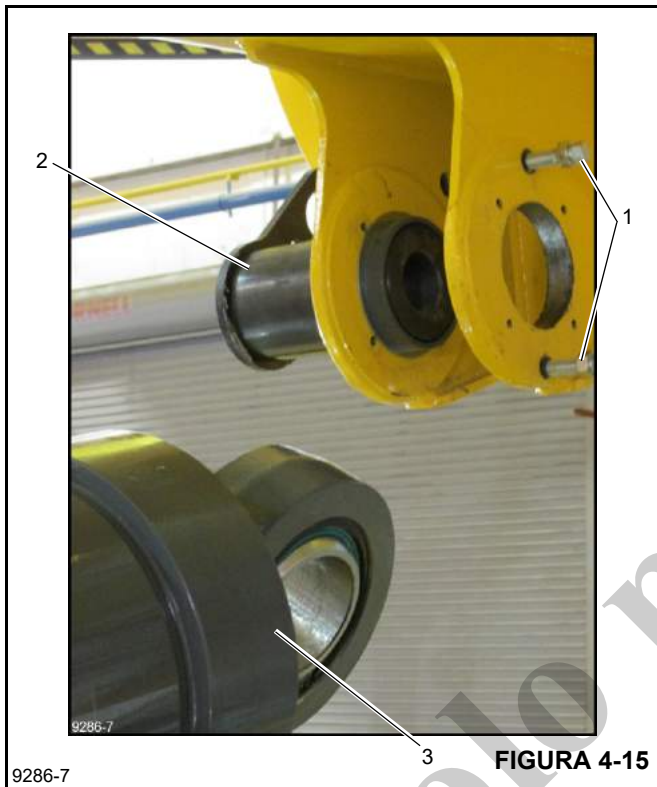

FIGURA 4-15
- Gire los pernos de tope/ajustables (1, Figura 4-15) en el lado de la pieza soldada completamente hacia afuera.
- Tire el pasador del cilindro de elevación (2) lo suficiente hacia afuera para que el cilindro (3) pase libremente e instale el suplemento y buje/placa en el pasador.